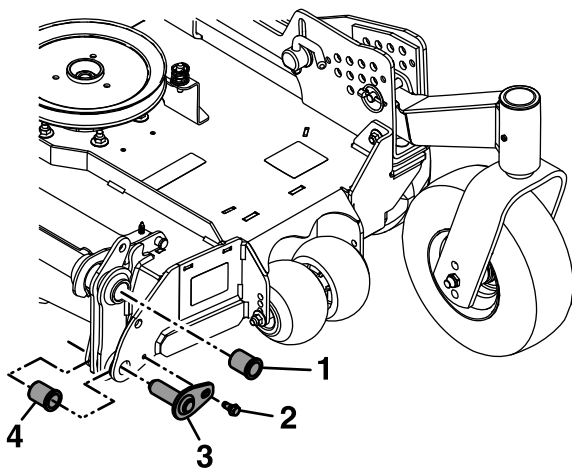

**Figura 86**
12. Retire y guarde los pernos que sujetan los pasadores de giro superiores a la carcasa, y luego retire los pasadores de giro (Figura 86).
13. Tire de la carcasa lateral hacia fuera para separarla de la carcasa central (Figura 86).
Alinee e instale los pasadores de giro superiores en la parte delantera y trasera de la carcasa, y sujételos con los pernos que se retiraron anteriormente (Figura 86).